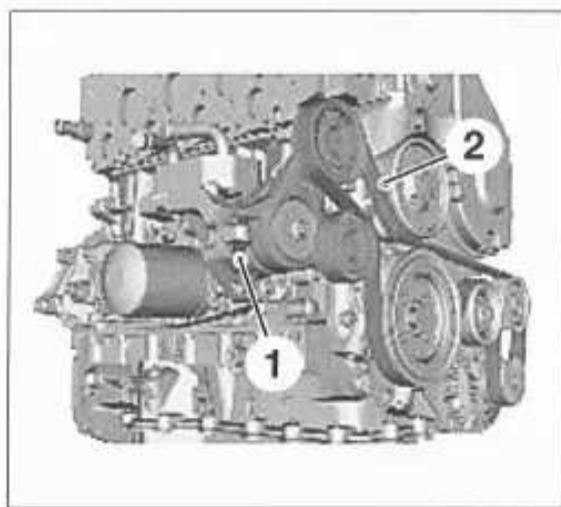

FIG. 18
- Colocar un tornillo M8 x 25 mm (1) (ref. pieza Ford "4413741") en el tensor (fig. 18).